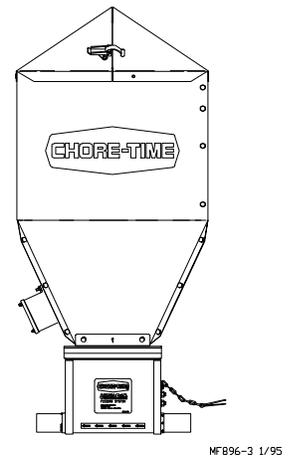

Figura 19. (Vista lateral)
2. Deslizar la bota en los rieles inferiores de la tolva, como se muestra en la **Figura 19**. Se proveen los herrajes (1/4-20) para sujetar la bota en su lugar en los rieles de la tolva.